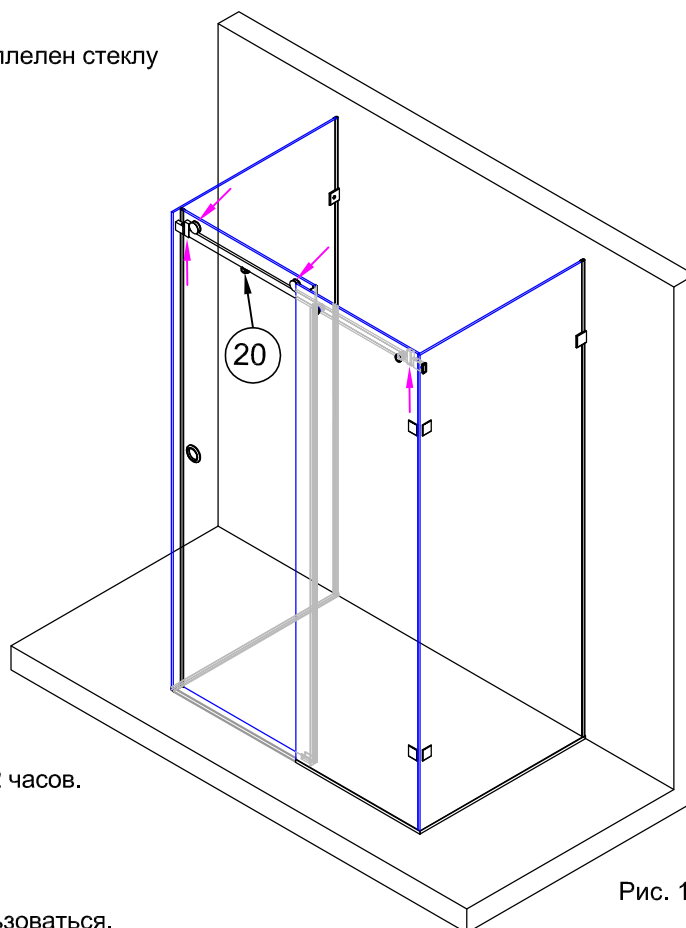

Рис. 15
Если прилегание не плотное, то есть край двери не параллелен стеклу панели, провести регулировку роликов №18 (рис.15).
4.11. Для безопасного передвижения дверей установить ограничитель №20 (рис.15). Зазор между низом рельса и ограничителем - минимальный.